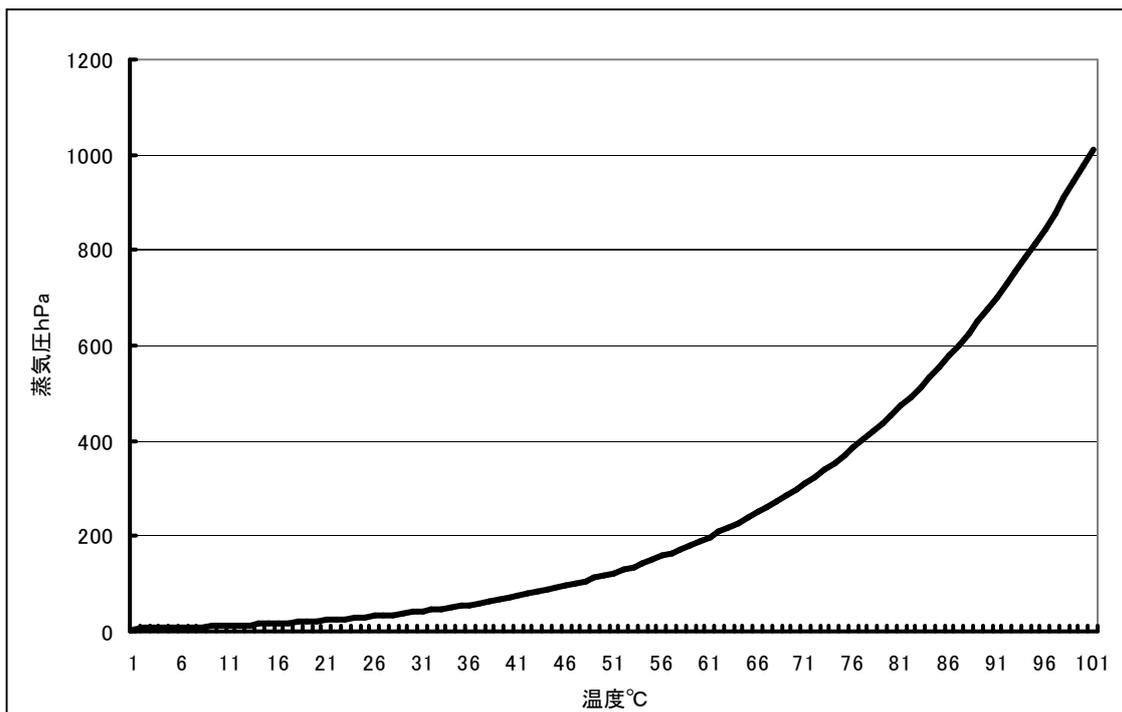

図1 水の蒸気圧曲線
- ① 温度が高い空気ほど、洗浄溶媒ガスの溶解度が高くなり、乾き易い。
- ② 温度が高いほど洗浄溶媒の蒸気圧が高くなり、乾き易い（例として図1に水の蒸気圧を示す）。
- ③ 洗浄ワークごと付着する洗浄溶媒を温めることで、洗浄溶媒が蒸発する際に奪う蒸発潜熱で洗浄溶媒の温度が下がり、蒸気圧が低下して乾燥速度が落ちるのを防ぐ。
真空乾燥とは、濡れている洗浄ワークを真空チャンバーに収めて減圧し、付着している洗浄溶媒の蒸発を促す乾燥方法である。図1に水の蒸気圧を示すが、乾燥時点での洗浄ワーク温度における洗浄溶媒の蒸気圧よりも減圧すると、洗浄溶媒は沸騰し、速やかに蒸発する。又、急速に減圧すると、洗浄溶媒は瞬間に沸騰（突沸）し、その勢いでかなりの洗浄溶媒が洗浄ワークから飛び出してしまうので、更に早く乾燥出来る。この洗浄溶媒の突沸を利用すると、部品の狭い隙間や螺旋穴内の洗浄溶媒を速やかに乾かせるので、複雑形状部品の湿式バッチ洗浄装置の乾燥方法として、しばしば利用される。しかし、真空中では空気で洗浄ワークが自然に温まることがないので、洗浄溶媒の蒸発により奪われる気化熱が伝導して洗浄ワークの温度が低下してしまい、乾燥した洗浄ワークを真空チャンバーから取り出すと、結露して再び濡れる事がある。時には、洗浄溶媒が凍り、乾燥に長時間を要す。そこで、真空乾燥機構の直前に洗浄溶媒を液切りし、洗浄ワークを余熱する為の温風エアナイフや、温純水引上げ槽を設ける工夫が必要である。